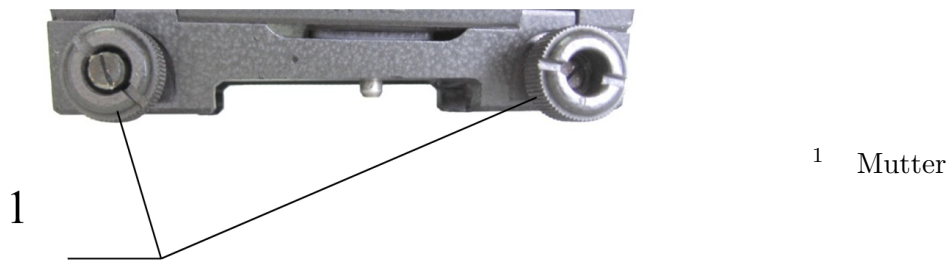

Abbildung 5: Montagehalterungen
- Drehen Sie die Klemmschraube (2) mit dem Griff (3), um die erforderliche Spannkraft zu erreichen
- den Griff (3) von der Verzahnung der Klemmschraube (2) entfernen und in die Ausgangsstellung zurückstellen
- Setzen Sie das Sperrplatte wieder (1) auf die Klemmschraube (2) und verriegeln Sie diese (3)
Die Versionen mit den Attributen W und L der Visiere sind für die Montage auf Waffen mit «Weaver»-Montage oder «Dovetail» ausgelegt. Um das Visier an einer Waffe zu montieren, drehen Sie die Muttern (1) (Abbildung 5) gegen den Uhrzeigersinn, führen Sie das Visier in die Führung des Schlittens ein, bis es nicht mehr verrutschen kann. Befestigen Sie das Visier mit den Muttern (1) mit dem mitgelieferten Sechskantschlüssel.